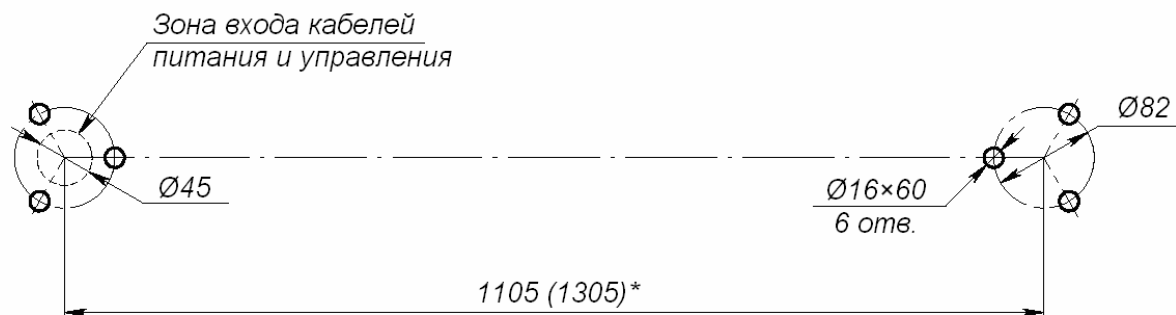

Рисунок 13. Расположение отверстий под анкерные болты во фланцах стоек поворотных секций ограждения
1. Разметьте центры установки стоек секции ограждения. Для нормальной работы электромагнитного УБ необходимо обеспечить расстояние между стойками 1105 ± 2 мм – для секции ограждения с шириной прохода 1 м и 1305 ± 2 мм – для секции ограждения с шириной прохода 1,2 м (см. рис. 13 и табл. 4).
3. Подготовьте в полу кабельный канал для проводов цепи питания и управления (см. рис. 13).